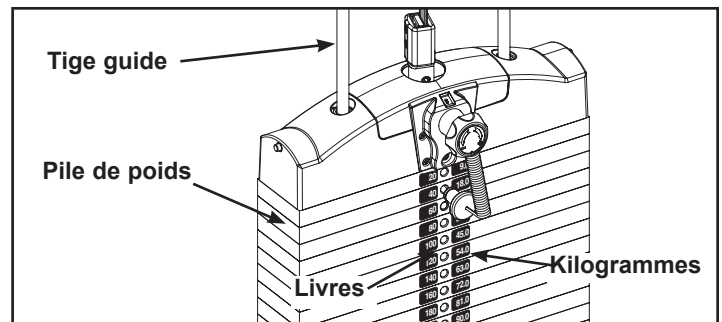

Figure 7
- D. Enlevez soigneusement l'avant, de sorte que les autocollants adhèrent aux plaques de poids. Voir Figure 7.